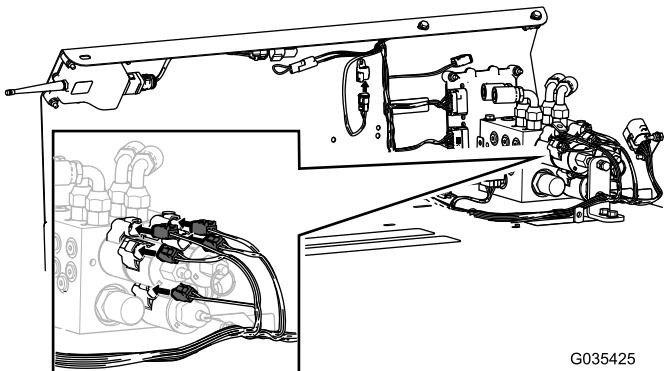
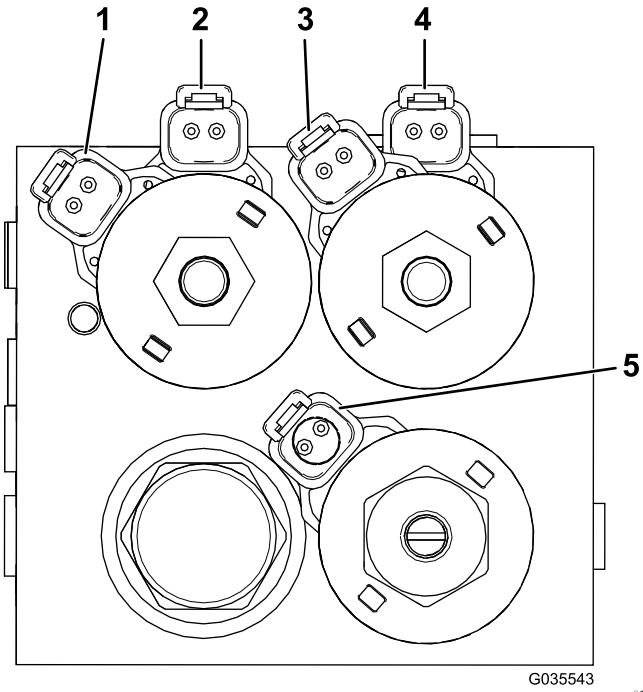

Bild 16
Bild 17
8. Schließen Sie die fünf Kabelbaumanschlüsse an den entsprechenden Stellen am Hydraulikblock an, siehe Bild 16 und Bild 17.